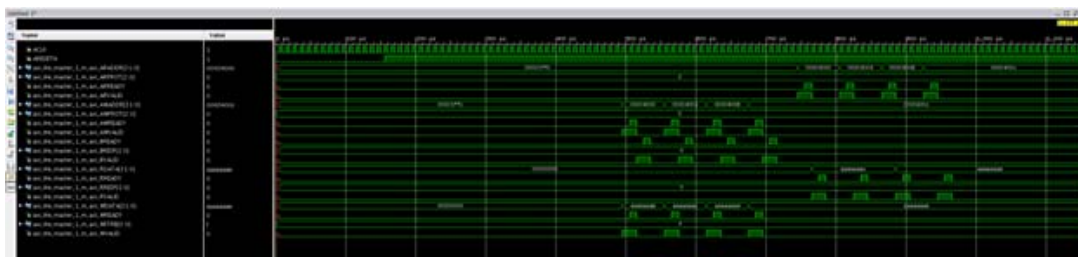

図 41 : AXI4-Lite IP インテグレーターのシステム シミュレーション
8. [View] → [Zoom Fit] をクリックします。図 41 に得られる波形を示します。4 回の書き込みに続いて 4 回の読み出しが実行されていることがわかります。